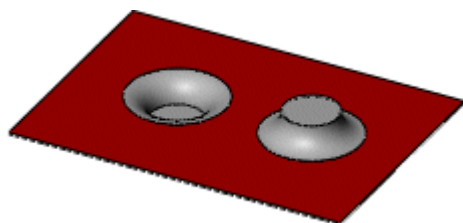

图 11-38 改变方向
- 04 按 Tab 键改变其方向到材质的另一侧，如图 11-38 所示。